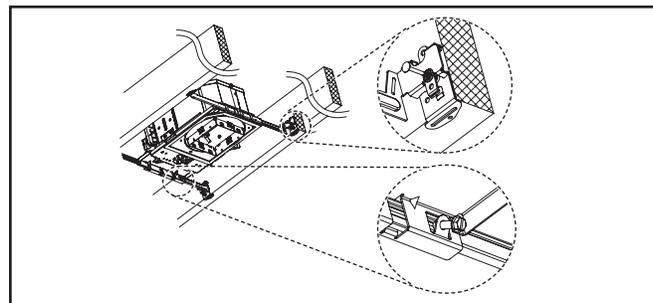

Figure 6.
1. Placez les barres de suspension entre les solives puis calez fermement le cran de positionnement au-dessous de la solive ou de la barre d'encadrement. Les barres de suspension doivent être parfaitement alignées avec la partie basse des solives ou de la pièce de charpente. (Figure 6.)
2. Réglez la position de la plate-forme encastrée en la faisant glisser d'avant en arrière le long des barres de suspension. Ensuite, resserrez les vis de blocage pour la maintenir en position. (Figure 6.)